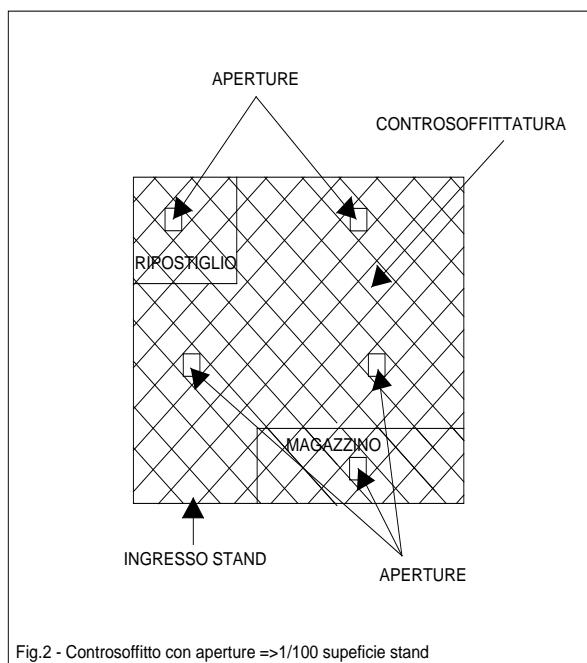

Fig.2 - Controsoffitto con aperture =>1/100 superficie stand
- I controsoffitti in legno, metallo e similari devono essere realizzati lasciando aperture per l'evacuazione dei fumi per un totale di 1/100 della superficie del vano in esame. Tali aperture potranno essere comprese tra mq 0,25 e mq 0,30 ed essere distribuite uniformemente su tutta l'area dello stand o sulla parte dello stand che risulta controsoffittata (vedi fig. 2).